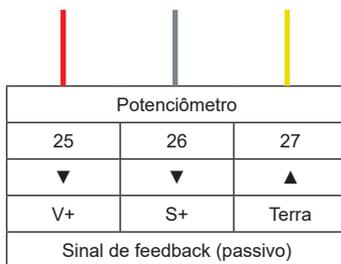

Fig. 13 Diagrama do terminal do potenciômetro
- Conecte o chicote elétrico aos terminais conforme detalhado na Fig. 13 Diagrama de terminais do potenciômetro